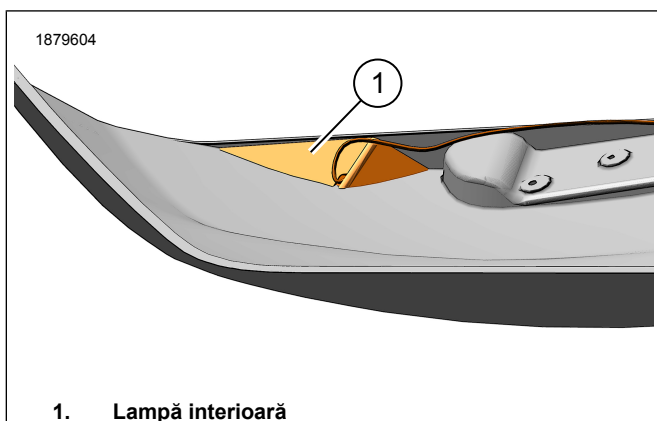

Figura 6. Lampă de interior desagă, stânga
7. Figura 6 Testați ajustajul și instalați lampa interioară (1).